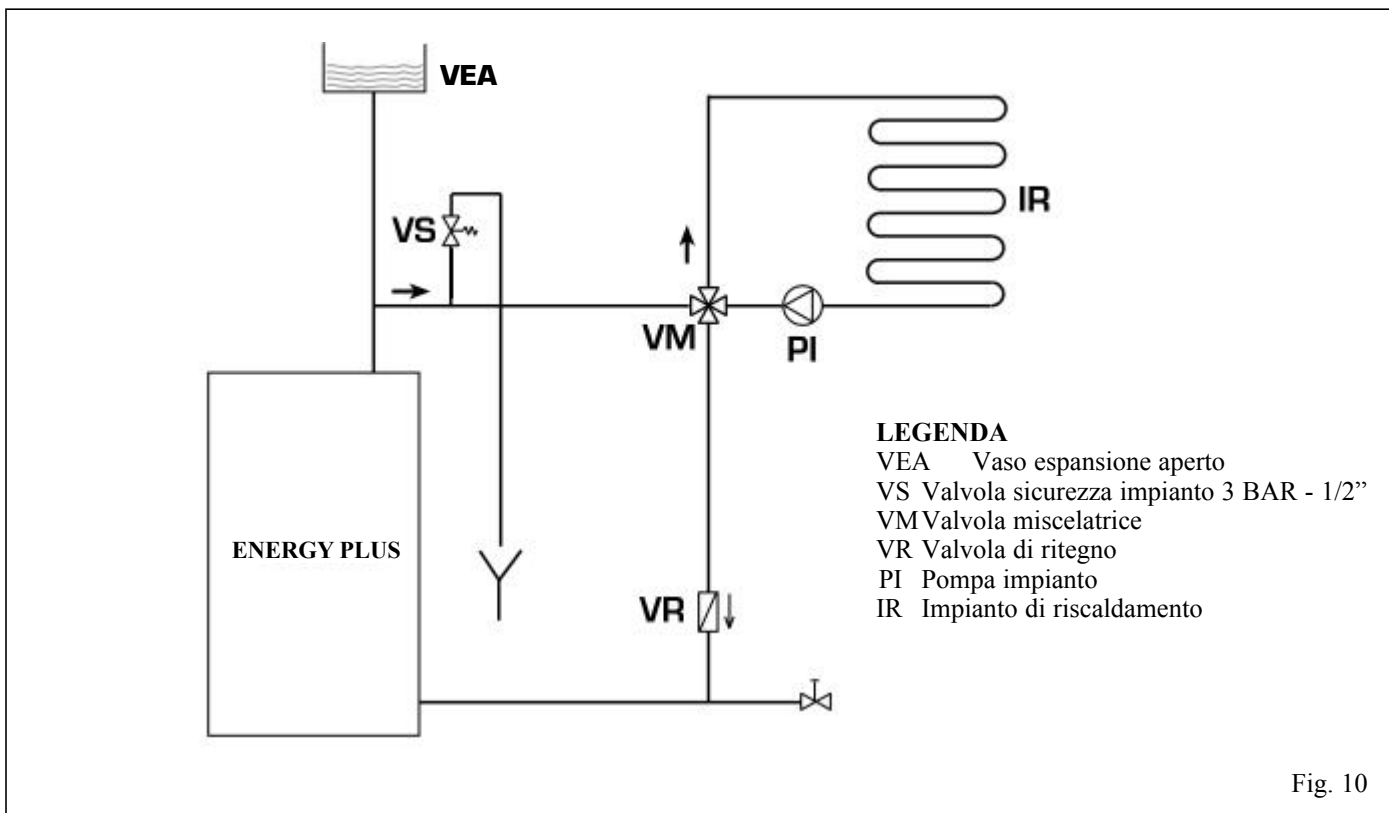

Fig. 10
- L'impianto al quale è collegata la caldaia deve essere con sistema a vaso espansione del tipo aperto (fig. 10).